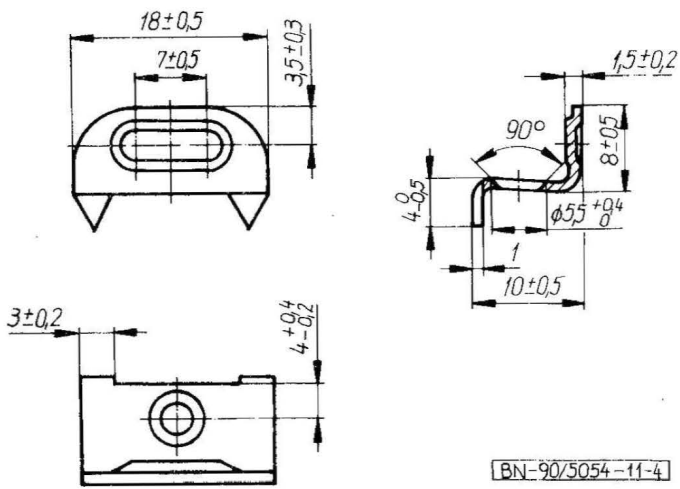

Rys. 2
- b) zaczepy do zasuwek - wg rys. 2 z 10.